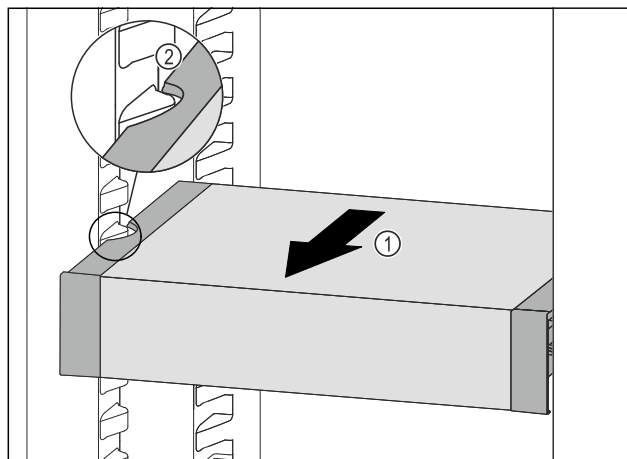

Fig. 113
- ▶ VarioSafe pociągnąć w przód Fig. 113 (1), aż boczne wycięcia szuflady VarioSafe będą się znajdować na wysokości żebrowania pojemnika w chłodziarce. Fig. 113 (2)